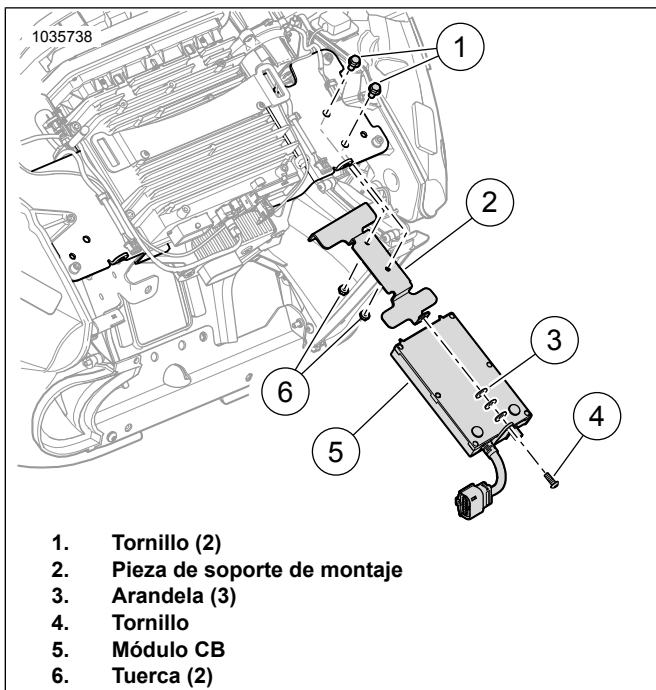

Figura 4. Instalación del módulo CB: Carenado montado sobre el bastidor
1. Vea Figura 4 . Instale la pieza de soporte de montaje (2).
2. Instale los tornillos (1) y las tuercas (6). Ajuste.